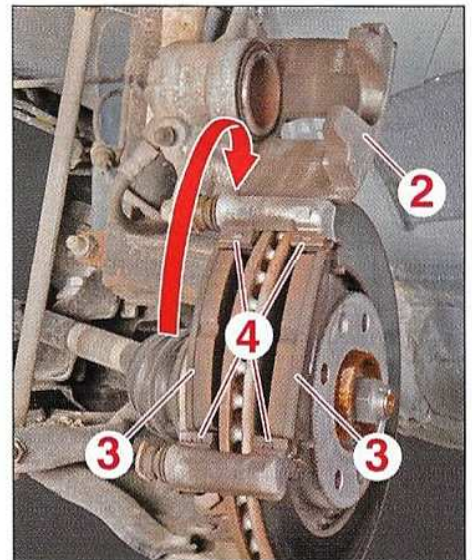

FIG.3
- Basculer l'étrier (2) vers le haut (Fig.3).
- les plaquettes de frein (3),
- les cales (4).